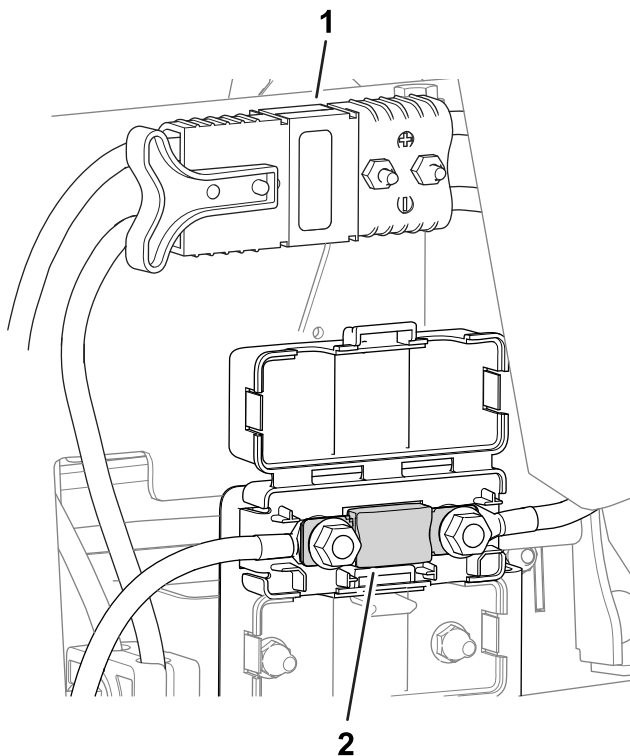

**Figura 53**
- O fusível do motor da roda esquerda (60 A) encontra-se sob a cobertura no lado esquerdo da máquina, junto dos fusíveis do circuito da transmissão do cilindro (Figura 53).